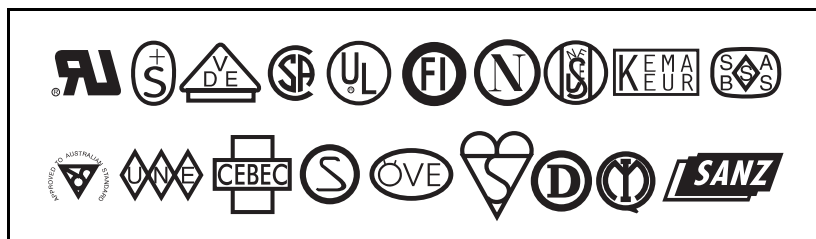

図 37
- AC 電源プラグと IEC 320 コネクタには、図 37 に記載している安全機関のうち、少なくとも 1 機関の認証マークが必要です。